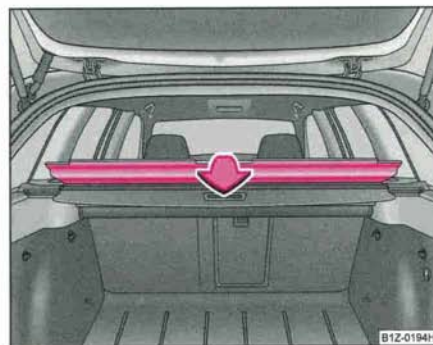

Fig. 86 Rabattre le couvercle du vide-poches
- Rabattez le couvercle du vide-poches derrière les sièges arrière ⇒ page 102, fig. 86.
- Sortez le filet de séparation du boîtier (B) au niveau de la bride (A) pour le tirer en direction des supports (C) ⇒ page 102, fig. 86.
- Mettez la tige transversale dans un des supports (C) et poussez-la vers l'avant.
- De la même manière, fixez la tige transversale de l'autre côté du véhicule, appui (C).